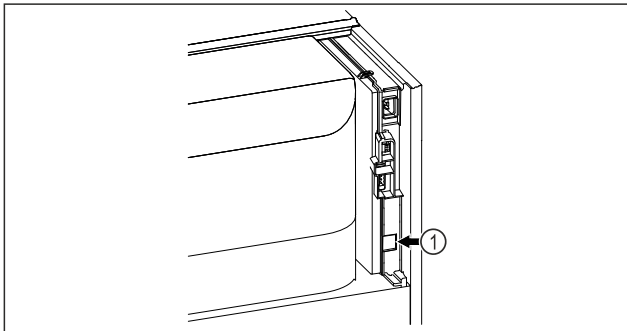

Fig. 86
- Използва се SmartModule Fig. 86 (1).